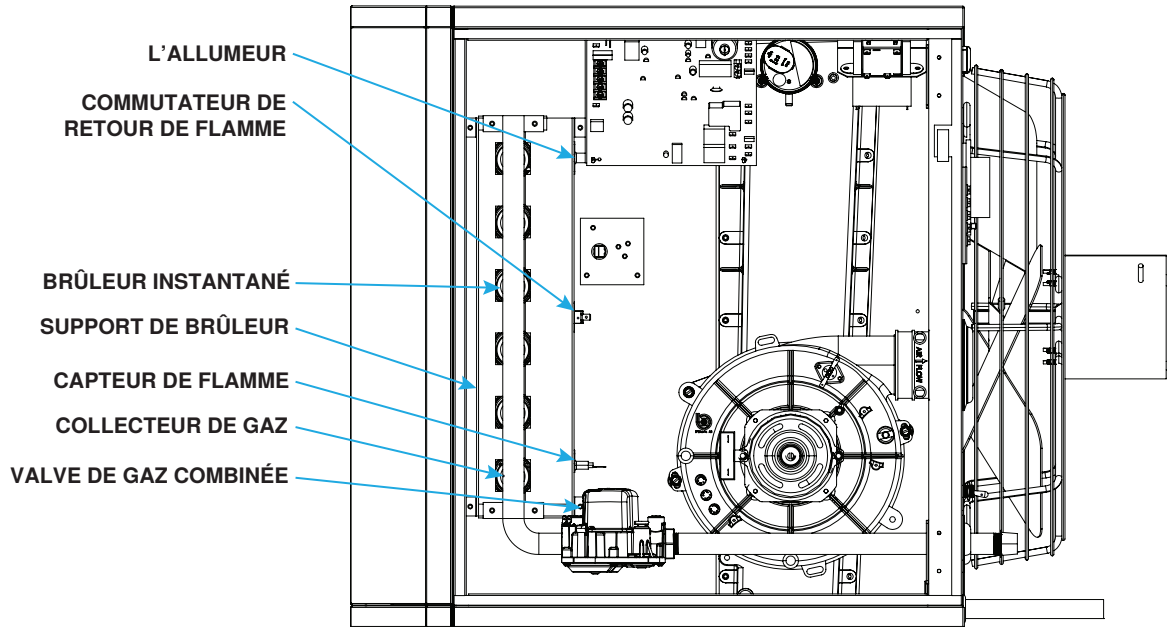

Figure 30. Compartiment du brûleur (tailles d'unité 55–110)
Inspectez visuellement le compartiment du brûleur (voir Figure 30). S'il y a une accumulation de saleté, de poussière ou de charpie, nettoyez le compartiment, puis démontez et nettoyez le brûleur comme suit :
2. Démontez l'ensemble du brûleur (voir **Figure 30**) :
5. Réinstallez l'ensemble du brûleur (voir **Figure 30**) :